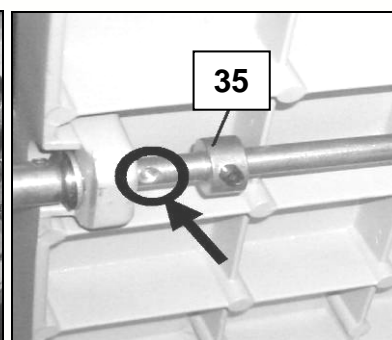

Fig 30
- Remettez la bague de maintien (35) en position et fixez-la. Attention à ce que la vis 6 pans soit bien positionnée dans son logement sur la tige de réglage (Fig 30).